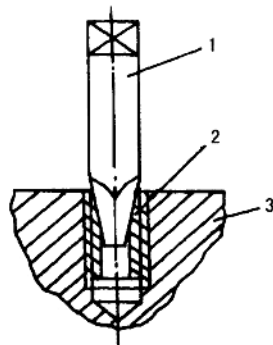

图 1-12 取出折断螺柱残端
(2) 曲轴箱上气缸螺柱折断的修复方法: 曲轴箱上气缸螺柱折断后, 可根据具体情况采用以下方法取出折断的气缸螺柱:
① 在折断螺柱残端露出螺纹孔平面数毫米时, 可在露出部分的平行轴线锉出两个平面或在其端面上开个槽, 然后用扳手或螺丝刀将其拧出, 也可焊上一个螺母后拧出。
② 在折断螺柱残端与螺纹孔面持平, 或者还低于螺纹孔平面时, 可在折断螺柱残端端面中心打一个样冲眼, 再用比折断螺柱螺纹直径小 1.5~2mm 的钻头按打好的样冲眼将折断螺柱残端钻通; 然后用带方柄的锐利的三角形楔锥装入已钻好的孔中(图 1-12), 用锤子轻轻敲入, 牢牢“咬住”; 最后用扳手套在方柄上, 按螺纹旋出方向旋转, 即可将折断螺柱残端取出来, 且不会损坏箱体上螺纹。